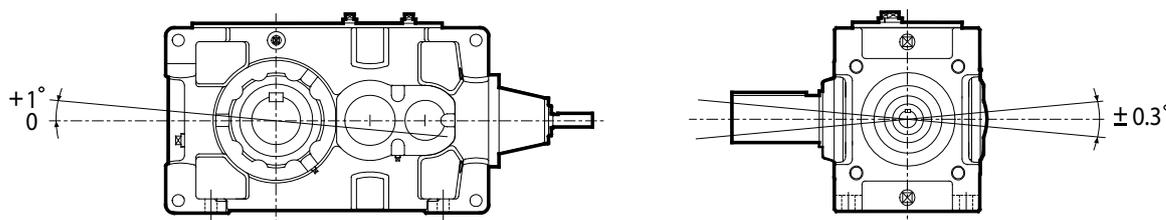

Abb. 3
6. Lüfterhaube 3) und 5) montieren und mit Bolzen 1), 2) und 3) befestigen (Abb. 3 und 4).